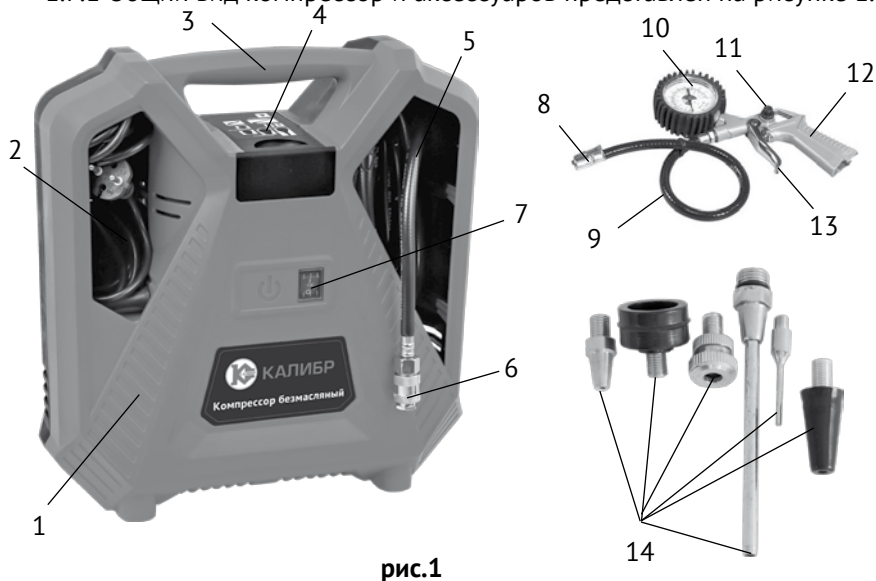

рис.1
Однофазный коллекторный двигатель, ремённая передача, эксцентриковый механизм и одноцилиндровый поршневой компрессор закреплены на металлическом суппорте и закрыты пластиковым корпусом (рис.1 поз.1). Вращение с якоря электродвигателя передаётся ремнём на шкив ведомый. Эксцентриковый механизм преобразует вращательное движение вала ведомого шкива в возвратно-поступательное движение штока с поршнем. Сжатый в цилиндре воздух подаётся в выходной шланг с рабочим давлением – 8 бар. Давление на выходе из пневмопистолета (рис.1 поз.12) отображается на манометре (рис.1 поз.10).
Клавиша выключателя (рис.1 поз.7) компрессора имеет два фиксированных положения: «I» - включено и «0» - выключено.
- если давление выше рекомендованного, стравить излишнее, используя кнопку (рис.1 поз.11) на пневмопистолете.